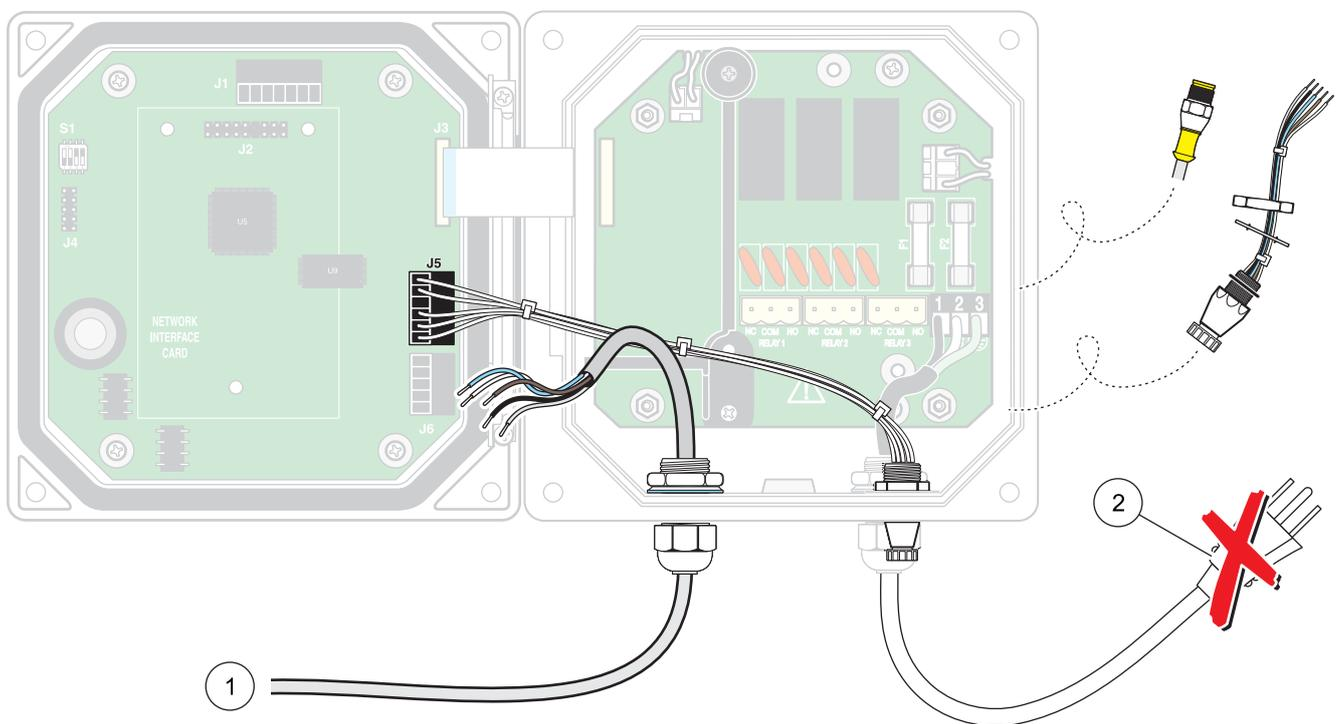

Figura 15 Cableado con SS7 sc
3. Desconecte y retire los cables actualmente existentes entre la conexión rápida y la cinta terminal J5 (Figura 15).
10. Proceda con el cableado según las indicaciones en Tabla 4 y Figura 15.